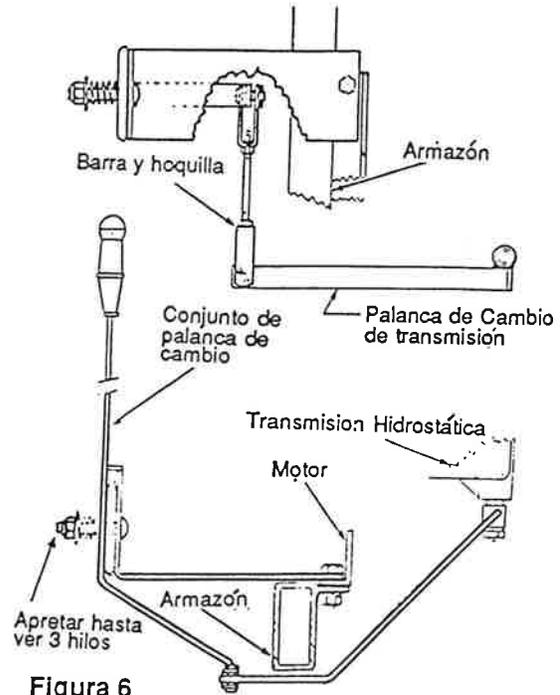

Figura 6
6. Conjunto de varillas de control de velocidad. (Referirse a figura 6)